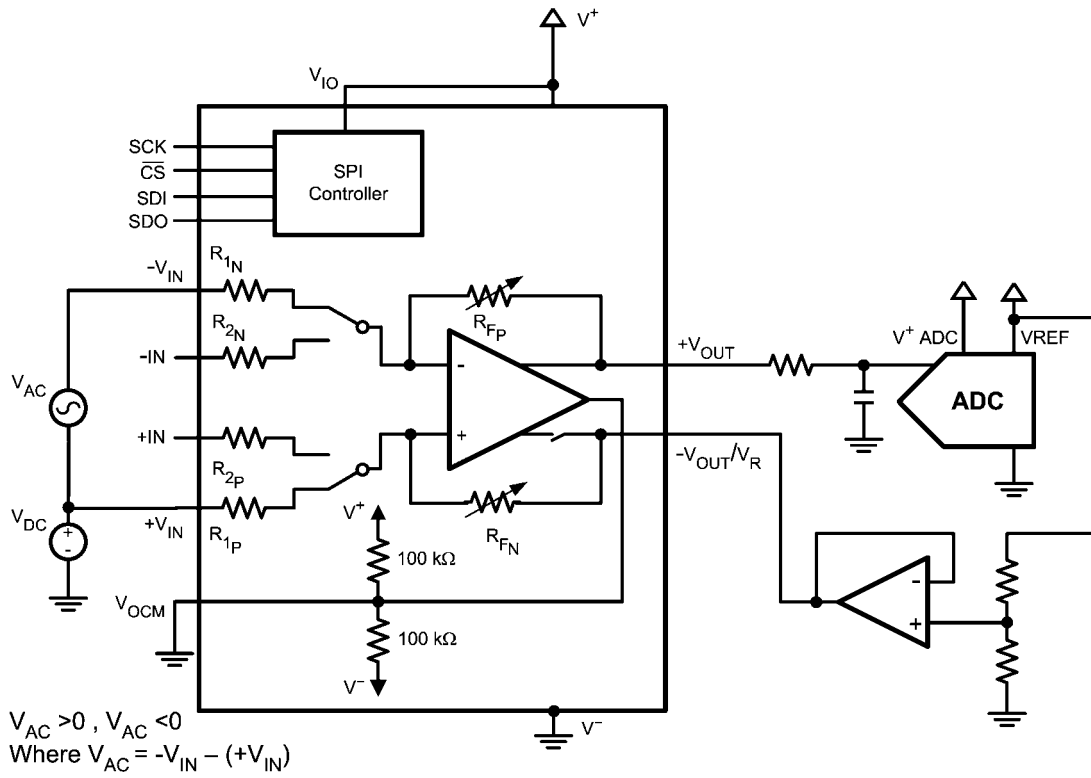

FIGURE 2. Bipolar Input Signal to Single-Ended ADC Interface
1. バイポーラ入力信号の場合、非反転出力はバッファを介して外部リファレンスに接続されます (Figure 2)。